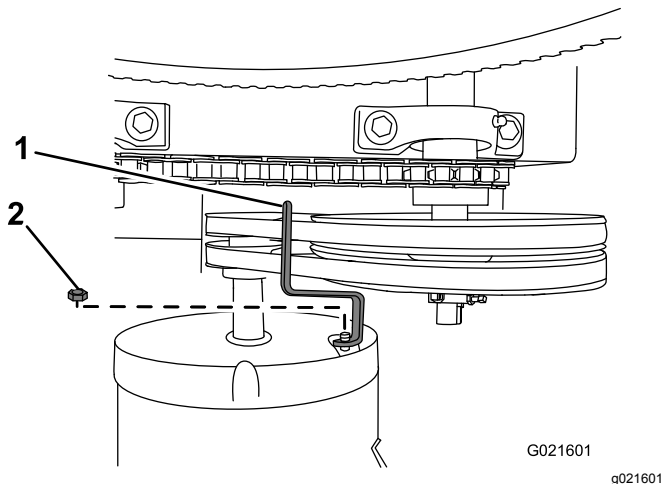

Figura 37
3. Retire la tuerca que sujeta la guía de las correas al motor, y retire la guía de las correas (Figura 37).
7. Sujete la guía de las correas provisionalmente al motor (Figura 37) con el perno que se retiró en el paso 3 de Retirada de las correas \(página 29\).